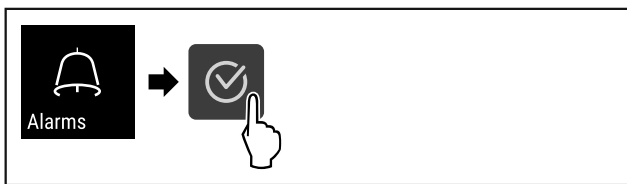

Fig. 105
- ▶ Efectuați pașii de acțiune (vezi Fig. 105) .